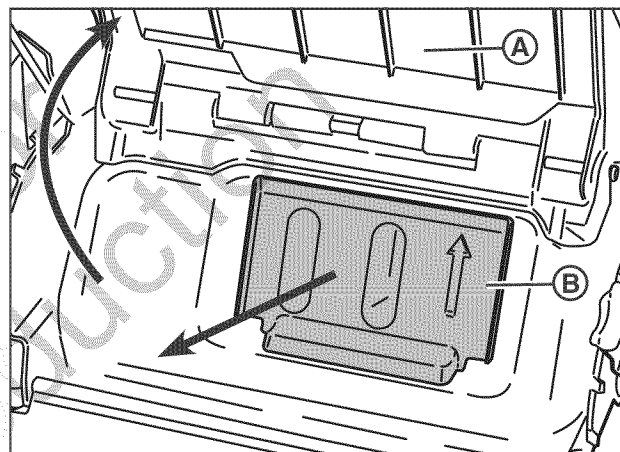

Figure 10 : Dépose du bouchon de déchiquetage
1. Soulever la porte d'éjection arrière (**A**, Figure 10).